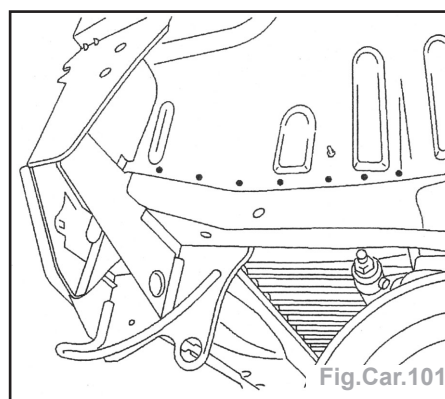

Fig.Car.101
- Soudure par points électriques (Fig.Car.101).